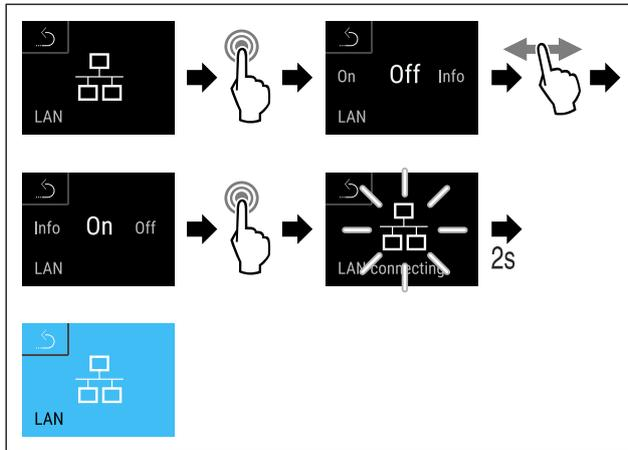

Fig. 126
- Handlungsschritte (siehe Fig. 126) durchführen.